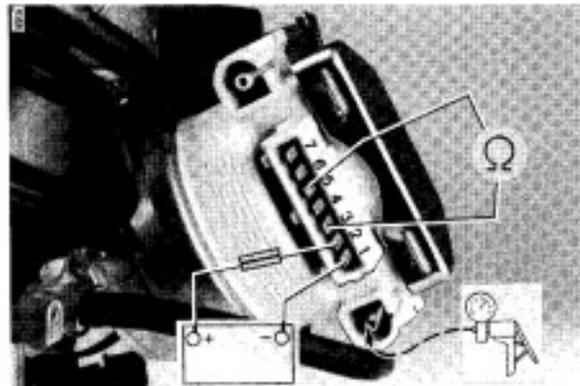

Bild 12
5. DROSSELKLAPPENANSTELLER (Bild 12–22)
5.1 Dichtheit/Ventile/Zurückziehen (Bild 12, 13)
- Gemäß Bild 12 Steckanschlüsse (1 + 2) mit Spannung 12 V beaufschlagen und Ohmmeter an (3 + 5) anschließen.
- Mit Handunterdruckpumpe am evakuierenden Ventil, siehe Bild 12, Druckdifferenz erzeugen, bis am Ohmmeter 500–700 Ω angezeigt werden. (Der Stößel ist dabei nicht ganz eingezogen.)
Wichtig: Bei direktem Anschluß mit der Batterie, siehe Bild 12, 13 und 16, muß an Batterie (B +) eine Sicherung (1A) zwischengeschaltet sein.